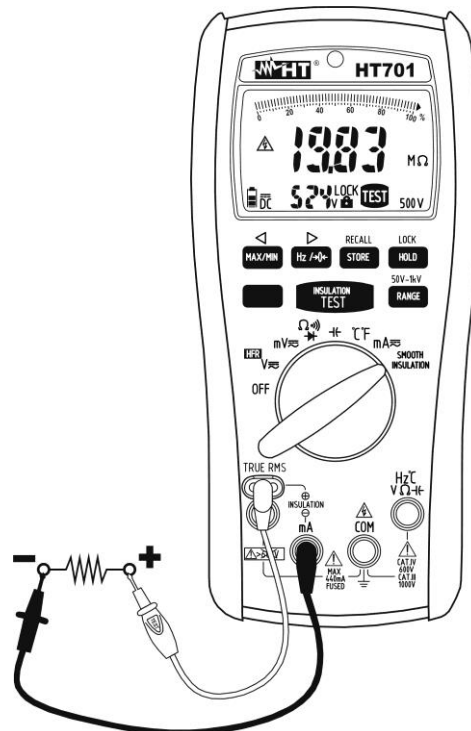

Fig. 10: Uso do instrumento para medir o Isolamento
5. Inserir a sonda remota vermelha no terminal de entrada "⊕" e o cabo preto no terminal de entrada "⊖" (consultar a Fig. 10).
6. Colocar as ponteiros nas extremidades do circuito em teste respeitando as polaridades positivas e negativas (consultar a Fig. 10). Usar eventualmente os terminais com crocodilo.